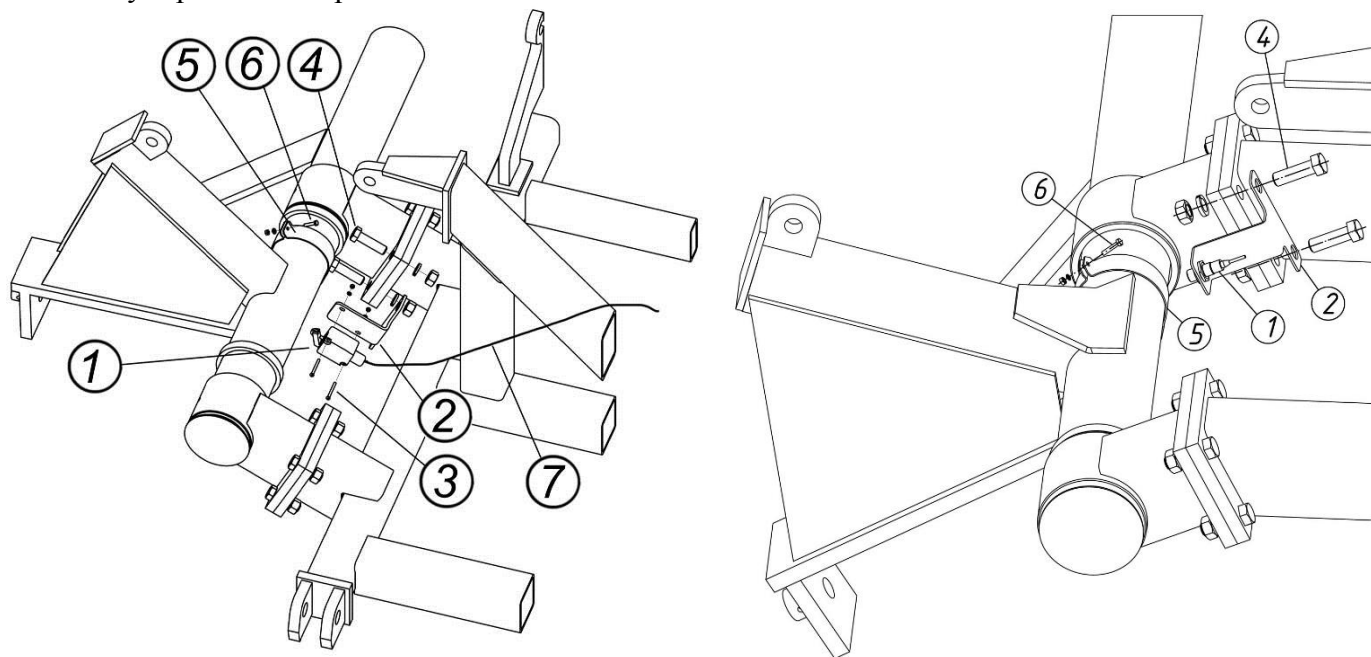

Рис. 5.4.2. Крепление концевого выключателя или индукционного датчика
Концевой выключатель (1) устанавливается сзади центральной рамы на кронштейне (2) с помощью винтов 3 (М5х55), гаек М5 и шайб пружинных. Индукционный датчик фиксируется в отверстии кронштейна двумя контргайками. Кронштейн датчика крепится к фланцам узла качающегося вала и центральной рамы с помощью болтов (4) (М20х70), гаек М20 и шайб пружинных (рис. 5.4.2).